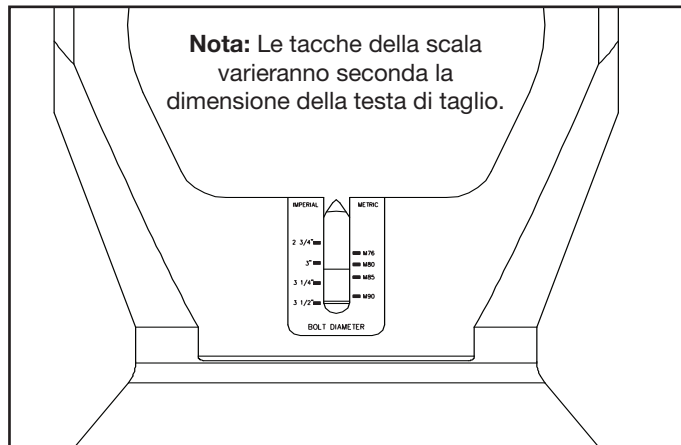

Figura 5, Scala delle profondità di taglio della lama
4. Ruotare la testa di taglio fino a che la tacca rossa sul porta-lama sia allineata con la tacca della scala, richiesta per le dimensioni del bullone da spaccare. Vedere la Figura 5.